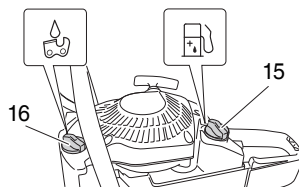

Fig. 9
Llenado de combustible**⚠ ADVERTENCIA (Fig. 9)**
Aceite para cadena (Fig. 9)
Al llenar el combustible (15) o el aceite para cadena (16) en el depósito, coloque el aparato con la tapa hacia arriba. (Fig. 9)